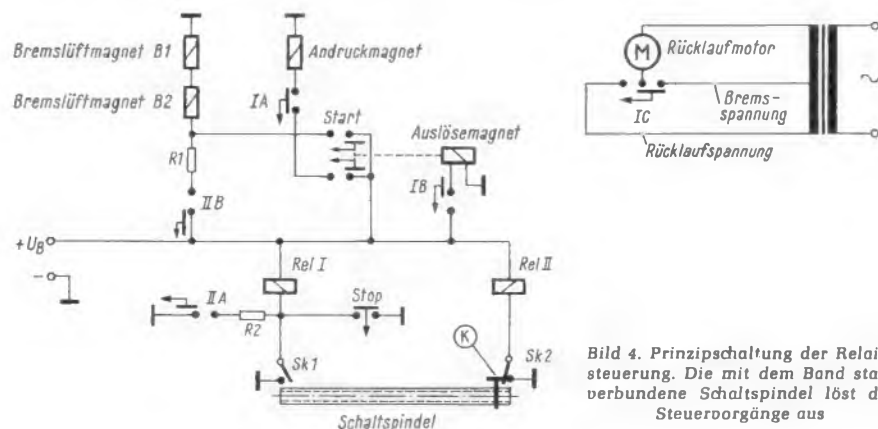

Bild 4. Prinzipschaltung der Relaissteuerung. Die mit dem Band starr verbundene Schaltspindel löst die Steuervorgänge aus
Rechts: Bild 4. Chassisansicht des Tonbandteiles. Vorn die große Anzeigeskala, hinten ist stehend die gedruckte Platine zu erkennen
Die Mechanik des Gerätes weist zahlreiche interessante Einzelheiten auf. Bild 4 vermittelt zunächst einen Gesamteindruck vom Chassis. Das 10 cm breite Band wird auf zwei hier senkrecht stehenden Trommeln aufgewickelt. Der Tonkopf sitzt auf einer senkrechten Schlittenführung. Die Höhe wird durch den Spurläufer eingestellt. Weil die komplizierten mechanischen Steuervorgänge der üblichen Tonbandgeräte entfallen, ergibt sich eine sehr einfache Wirkungsweise. Ein Spaltpolmotor treibt über einen
sehen von den Einstellern für Lautstärke und Klangfarbe hat der Magnetbandspieler nach Bild 4 lediglich noch einen Startknopf sowie den mechanischen Spurwahlschalter, mit dem die Stufenscheibe betätigt wird. Hingegen fehlen die sonst üblichen Tasten für Vor- und Rücklauf.
Zum Verständnis der in Bild 4 wiedergegebenen Prinzipschaltung muß nochmals auf Bild 3 verwiesen werden. Dort ist die mit dem Aufwickelteller (13) starr verbundene Schaltspindel (14) zu erkennen, auf der sich bandtransportabhängig ein Kontaktschlitten (15) bewegt. Durch ihn werden zwei Schaltkontakte betätigt, und zwar am Bandanfang Sk 2 (16), am Bandende Sk 1 (17).
In der Bereitschaftsstellung des Gerätes (Bild 4) ist eine beliebige Spur gewählt, die Starttaste jedoch nicht gedrückt. Das Band steht also in der Anfangsstellung, sozusagen auf dem Startpunkt, wobei der Schaltkontakt Sk 2 durch den Kontaktschlitten (K) geschlossen wird. Die Bremsluftmagnete B 1 und B 2 sind nicht angezogen, es werden also beide Spulenteller gebremst, es werden erst freigegeben, wenn die Starttaste betätigt wird. Hierbei erfolgt über den Andruckmagneten der Bandtransport, wobei sich gleichzeitig der Kontaktschlitten in Richtung Schaltkontakt Sk 1 bewegt, während Sk 2 geöffnet wird. Der Kontakt Sk 1 ist so justiert, daß er kurz nach Beendigung der Aufzeichnung bzw. am Bandende vom Kontaktschlitten geschlossen wird. Relais I zieht an, unterbricht mit seinem Kontakt I A den Bandandruck und damit den Bandtransport, über den Kontakt I B läßt der Auslösemagnet die Starttaste in die Aus-Stellung zurückspringen. Über den Kontakt I C wird der Rückwickelmotor von einer Ablaufbremsspannung auf die höhere Rückwickelspannung umgeschaltet und damit automatisch der Rückwickelvorgang eingeleitet. Die Bremsluftmagnete B 1 und B 2 bleiben über den Haltewiderstand R 1 angezogen, während Relais I beim Zurückfahren des Kontaktschlittens - Sk 1 hat inzwischen wieder geöffnet - über den Haltewiderstand R 2 gehalten wird.
Als Spurwahlschalter wird zur besseren Übersicht zweckmäßig ein 16fach-Drucktastenaggregat verwendet, das den mechanisch arbeitenden Spurwahlschalter aus dem Gerät nach Bild 4 ersetzt. Hinzu kommt der sogenannte Betriebsartenschalter (A 1, A 2, A 3), der die folgenden vier Betriebsarten zuläßt: Normalbetrieb, Wiederholen der gewählten Spur, Fortschalten auf die nächstfolgende Spur und Spurvorbereitung.